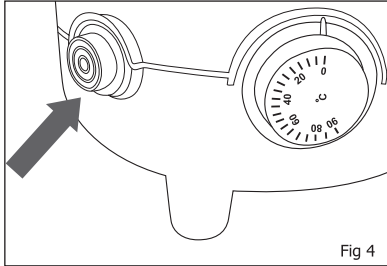

Fig 4
- Zet het apparaat aan met de groene schakelaar (fig. 4). De schakelaar licht op en de machine staat aan.